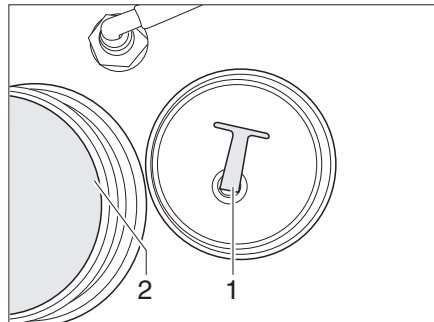

Bild 138 Vattentank
- Skruva av locket (Bild 138,2).
- Skruva av locket (Bild 138,2) från vattentanken.
- Skruva ur proppen (Bild 138,1) ur utloppsöppningen. Vattnet rinner ut.